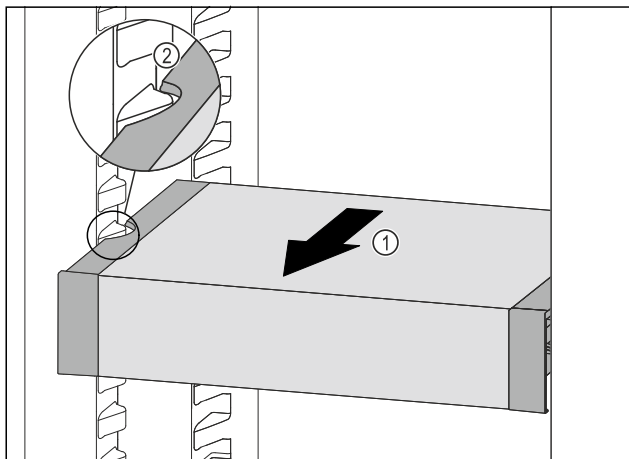

Fig. 65
- ▶ Ladicu VarioSafe vucite prema naprijed Fig. 65 (1) sve dok se bočni otvori ladice VarioSafe ne nađu na visini žlijeba spremnika u hladnjaku. Fig. 65 (2)